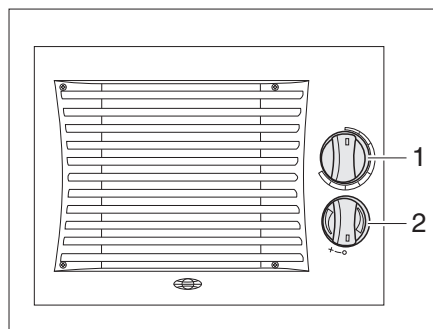

Fig. 214 Boutons de commande d'échangeur de chaleur supplémentaire
- Tourner le bouton tournant (Fig. 214,1) du régulateur de débit jusqu'à la position souhaitée. Le circuit d'eau est ouvert.
- Tourner l'interrupteur (Fig. 214,2) du ventilateur à air pulsé dans le sens des aiguilles d'une montre.
- Tourner l'interrupteur de soufflerie (Fig. 214,2) sur "O".
- Tourner entièrement le bouton tournant (Fig. 214,1) du régulateur de débit dans le sens inverse.